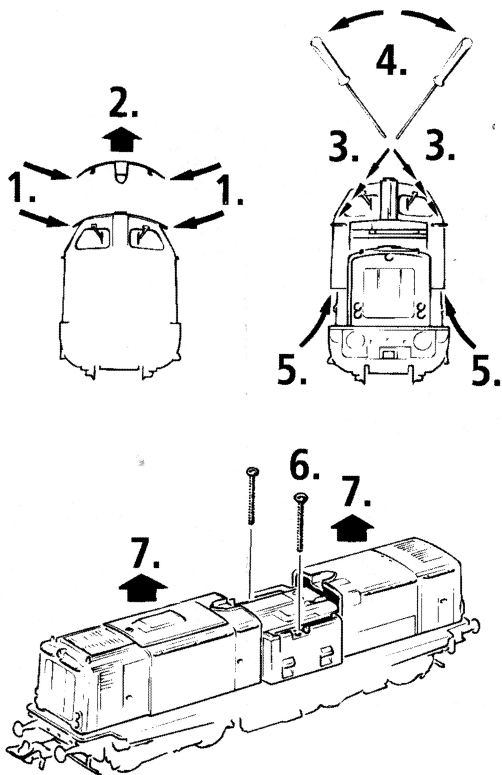

Fig. 6
4. Kohlebürstenwechsel: Lokgehäuse abnehmen (Fig. 3). Danach wird der Motor ausgebaut und die Kohlebürsten ausgewechselt (Fig. 6).
4. Remplacement des balais du moteur: Démontez la caisse (voir fig. 3). Démontez ensuite le moteur et échangez le balais (fig. 6).
4. Carbon Brush Changing: First remove loco body (fig. 3), and then the motor (fig. 6).